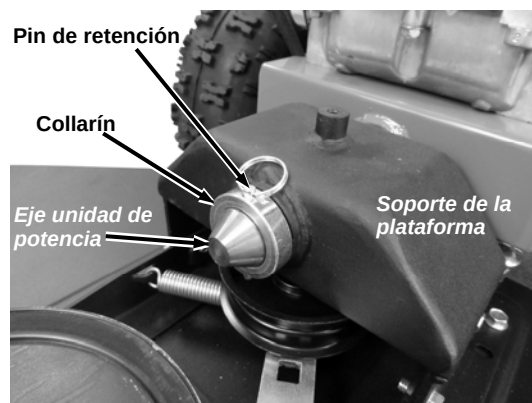

Figura 28
6. Retire el collarín y el pasador de retención (**Figura 28**).